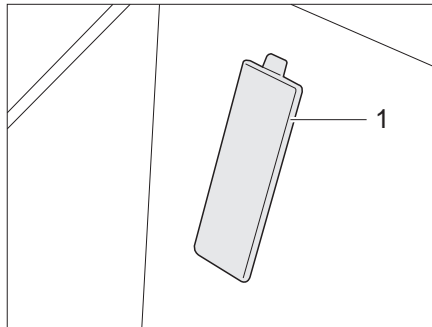

Fig. 286 Copertura numero telaio (veicolo di base Fiat)
- ▷ Nei veicoli con telaio di base Fiat il numero del telaio è situato dietro una copertura (Fig. 286,1) nella zona di ingresso del lato passeggero.